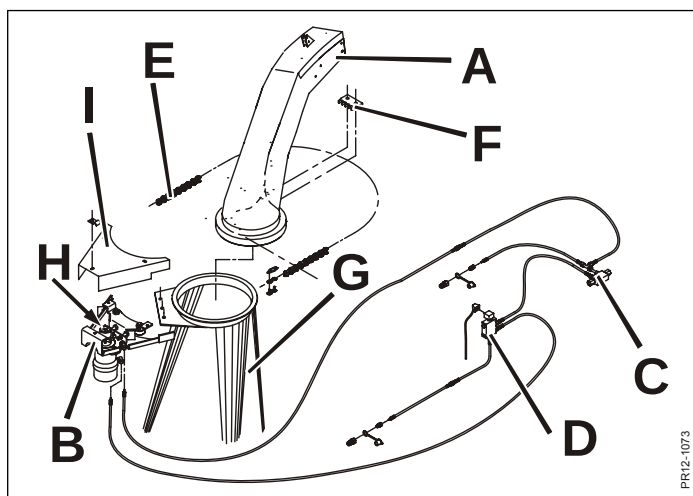

Fig. 3-10
- Fig. 3-10** Drejetuden **A** monteres. Smør drejekransen og kontroller at afgangsrøret drejer uden at klemme sig fast.